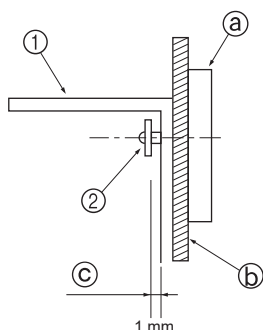

Fig. 3-4
- In primo luogo, montare la staffa sulla parete e serrare quindi la vite in modo che la staffa stessa possa muoversi verso l'alto e verso il basso. (Fig. 3-4)
- ① Staffa di protezione contro il ribaltamento
- ② Vite di maschiatura
- ③ Fascia ornamentale
- ④ Materiale di superficie della parete
- ⑤ Spazio di circa 1 mm